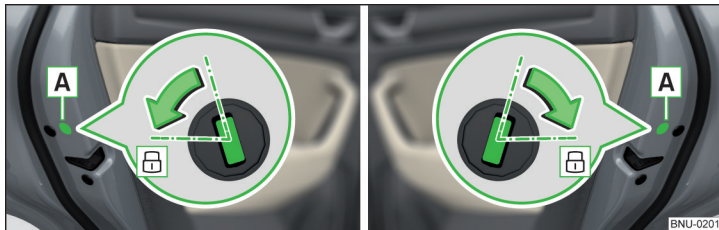

Abb. 345 Tür links / Tür rechts
- › Bei Fahrzeugen mit der Blende **A** diese Blende entfernen » Abb. 345.